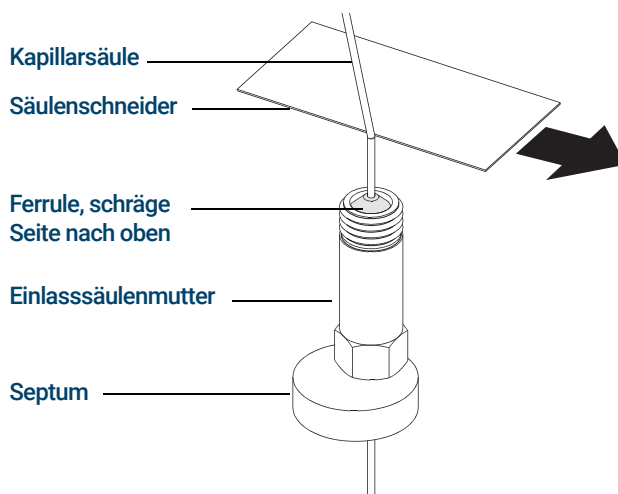

Abbildung 19. Vorbereiten einer Kapillarsäule für die Installation
- 2 Tragen Sie saubere Handschuhe und drücken Sie die Säule durch das Septum (dies erfordert etwas Druck). Dann schieben Sie die Säulenmutter und die konditionierte Ferrule auf das freie Ende der Säule. (Siehe **Abbildung 19**.) Das abgeschrägte Ende der Ferrule muss von der Säulenmutter weg zeigen.